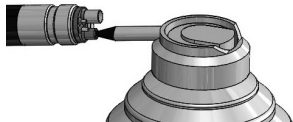

Fig. 4
2. Inserte la boquilla en el tubo de aire impulsor de la pieza de mano (Fig. 4) y rocíe aproximadamente por 3 segundos.